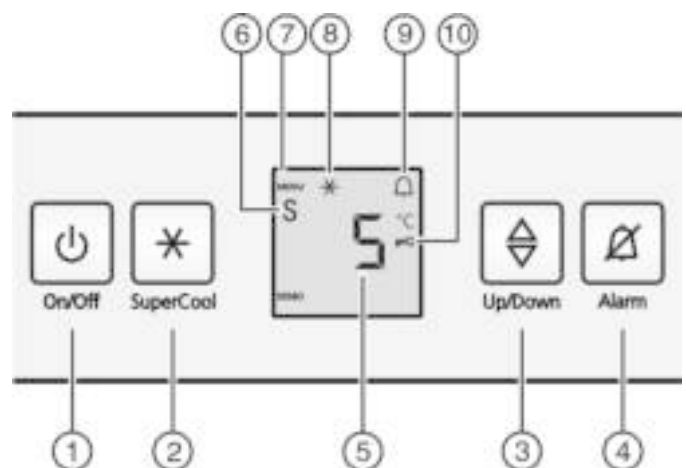

Fig. 2
- ▶ Aan/uit-toets *Fig. 2 (1)* indrukken.
- ▶ Instelmodus activeren: Druk de toets SuperCool *Fig. 2 (2)* ca. 5 s in.
- ▷ Het symbool Menu *Fig. 2 (7)* is verlicht.
- ▶ Met de insteltoets *Fig. 2 (3)* **c** kiezen.
- ▶ Druk kort op de toets SuperCool *Fig. 2 (2)* om te bevestigen. Als in de display **c1** wordt aangegeven:
- ▶ om de kinderbeveiliging in te schakelen, drukt u kort op de toets SuperCool *Fig. 2 (2)*.
- ▷ Het symbool kinderbeveiliging *Fig. 2 (10)* brandt. Op de display knippert **c**.
- ▶ om de kinderbeveiliging uit te schakelen, drukt u kort op de toets SuperCool *Fig. 2 (2)*.
- ▷ Het symbool kinderbeveiliging *Fig. 2 (10)* dooft. Op de display knippert **c**.
- ▶ Instelmodus deactiveren: toets On/Off *Fig. 2 (1)* indrukken.
- ▶ Toets Alarm *Fig. 2 (4)* indrukken.
- ▷ Het symbool Menu *Fig. 2 (7)* brandt.
- ▶ Om de sabbathmodusfunctie op te roepen: Druk kort op de toets SuperCool *Fig. 2 (2)*.
- ▶ **Voor het inschakelen** van de sabbathmodus de toets SuperCool *Fig. 2 (2)* kort indrukken.
- ▶ **Voor het uitschakelen** van de sabbathmodus de toets SuperCool *Fig. 2 (2)* kort indrukken.
- ▶ Instelmodus deactiveren: Druk op de toets On/Off *Fig. 2 (1)*.
- ▷ In de temperatuurweergave wordt het symbool Sabbathmodus *Fig. 2 (6)* weergegeven zolang de sabbathmodus actief is.
- ▶ Temperatuurfunctie oproepen: Druk de insteltoets *Fig. 2 (3)* in.
- ▶ Temperatuur in 1 °C stappen wijzigen: Druk de insteltoets *Fig. 2 (3)* net zo vaak in, totdat de gewenste temperatuur op het temperatuurdisplay oplicht.